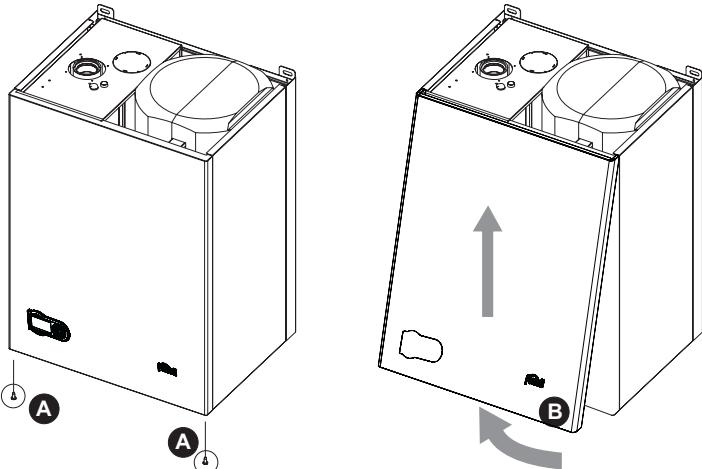

рис. 28 - Демонтаж кожуха
1. Отвинтите винты "A" (см. рис. 28).
2. Поверните кожух (см. рис. 28).